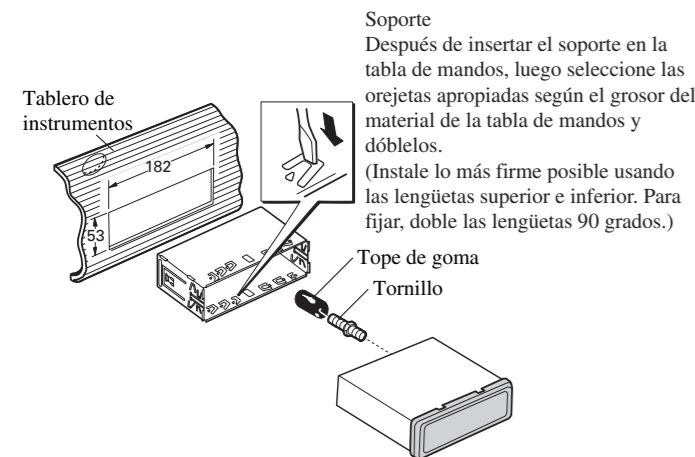

Fig. 5
**Instalación con tope de goma (Fig. 5)**